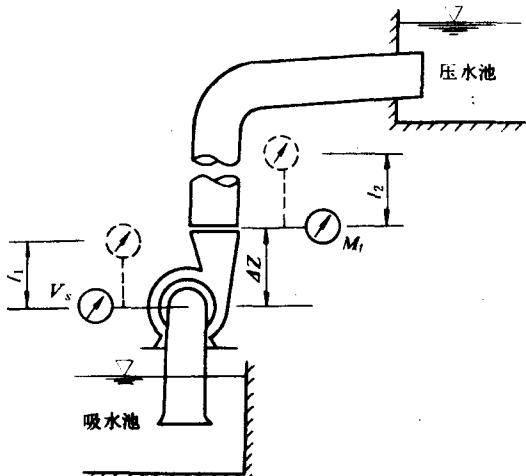

图 1-1 某抽水装置示意图
**【例题 1-1】** 如图 1-1 所示的水泵装置, 泵将水由进水池抽送到出水池。
(1) 试用以下参数表示泵的扬程。泵出口压力表读数为  $M_t$  (kPa), 泵进口真空表的读数为  $V_s$  (kPa), 泵进、出口断面垂直高度为  $\Delta Z$  (m) (泵进、出口仪表轴心位于各被测断面中心的平面内), 泵进、出口断面的流速分别为  $V_1$  和  $V_2$  (m/s)。
(2) 若  $M_t = 380$  kPa,  $V_s = 42.7$  kPa,  $\Delta Z = 0.25$  m,  $V_1 = 2.3$  m/s,  $V_2 = 3.5$  m/s。求水泵扬程  $H$  (m)。
(3) 若将进、出口仪表接管 (如图 1-1 中虚线所示), 分别抬高  $l_1$  和  $l_2$  (m), 真空表接管内无液体, 压力表接管内无气体, 其他条件不变, 写出水泵扬程表达式。又如  $l_1 = 0.3$  m,  $l_2 = 0.5$  m, 求这时的水泵扬程  $H$  为多少。